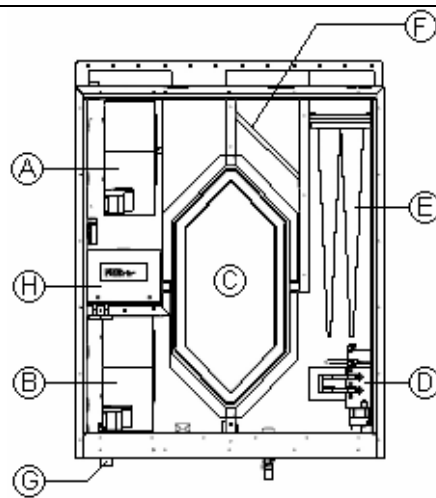

Fig. 2
Lampesignal (11) lyser når innstilt driftstid mellom bytte av tilluftfilter (E, fig. 2) er utløpt. Ventilasjonsaggregatet kan fortsatt benyttes, men effekten vil bli redusert dersom ikke filteret byttes. Driftstid (6, 9 eller 12 mnd.) mellom filterbytte kan stilles inn vha. brytere i aggregatet (se montasjeanvisning). Etter bytte av tilluftfilter nullstilles driftstiden mellom filterbytte (se vedlikehold, pkt. 2, Bytte av friskluftfilter, side 12).
NB! Avtrekksfilteret (F, fig. 2) av aluminium, byttes ikke, men må rengjøres regelmessig. (Se kapittel for vedlikehold).
Lampan (11) lyser när inställd driftstid mellan filterbyterna (tilluftfilter E, fig. 2) har passerat. Aggregatet kan fortsatt vara i drift med effekten blir reducerad om inte filtret byts. Driftstiden/bytesintervallen kan ställas in på aggregatets kontrollpanel (6, 9 eller 12 månader, se montageanvisning). Efter bytet av filtret, nollställs driftstiden – se under punkt 2 på sidan 12.
OBS! Frånluftsfiltret (F, fig 2) av aluminium, byts inte, men ska rengöras frekvent. (se kap. skötsel).